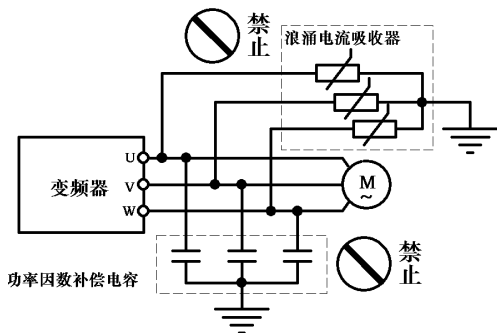

图 1-3
- 由于变频器的输出电压是 PWM 脉冲波，因此在其输出端请不要安装电容或浪涌电流吸收器（如压敏电阻），否则将会导致变频器出现故障跳闸，甚至功率元器件的损坏。如已有安装的，请务必拆除。见图 1-3 所示。